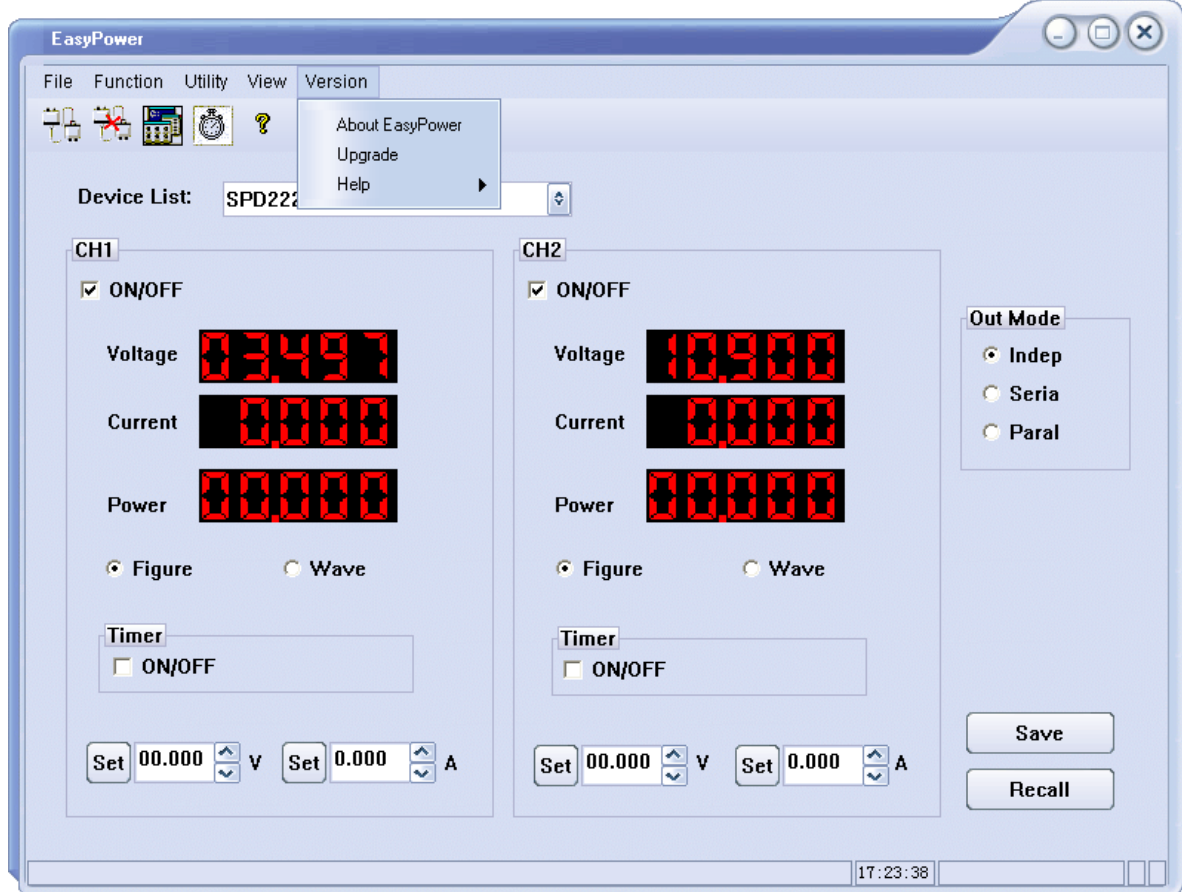

Abb. 1
2. Klicken Sie auf Version und wählen Sie dann im Dropdown-Menü "Upgrade" aus, um in das Upgrade-Dialogfeld der USB-Firmware zu gelangen, siehe Abb. 1: